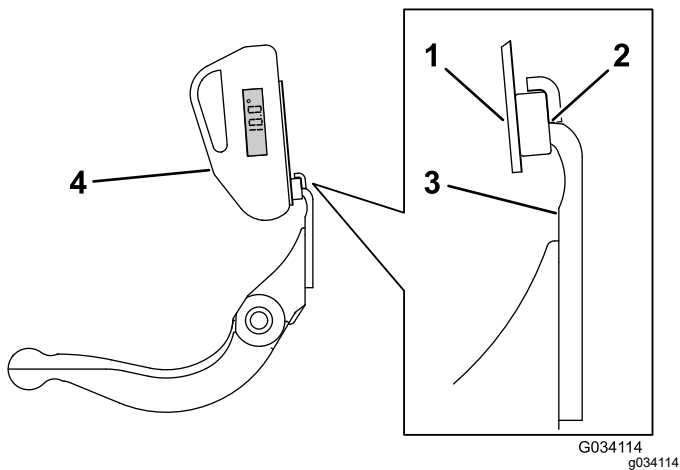

Figura 29
3. Amplasai suportul indicatorului de unghi pe marginea contracuitului, astfel încât marginea magnetului să se îmbine cu marginea contracuitului (Figura 29).
4. Amplasai indicatorul de unghi pe suport, conform indicațiilor din Figura 29.